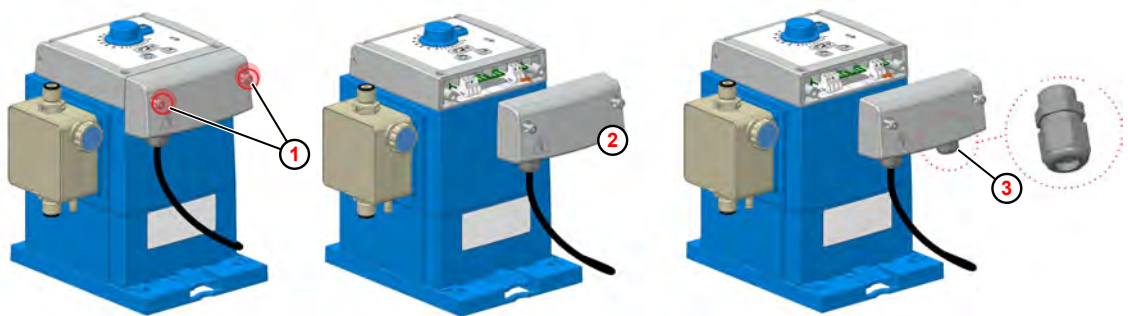

Fig. 11 : Installation électrique du système « EcoPro »
- ① Vis du boîtier
- ② Couvercle de bornier
- ③ Presse-étoupe
1. Desserrer les deux vis du boîtier (Fig. 11 , ①). Les vis sont équipées d'un mécanisme anti-chute.
2. Retirer le couvercle de bornier ② .
3. Pour raccorder le signal d'autorisation externe, monter le presse-étoupe M12x1,5 du pack d'accessoires de la pompe à l'endroit approprié ③ .